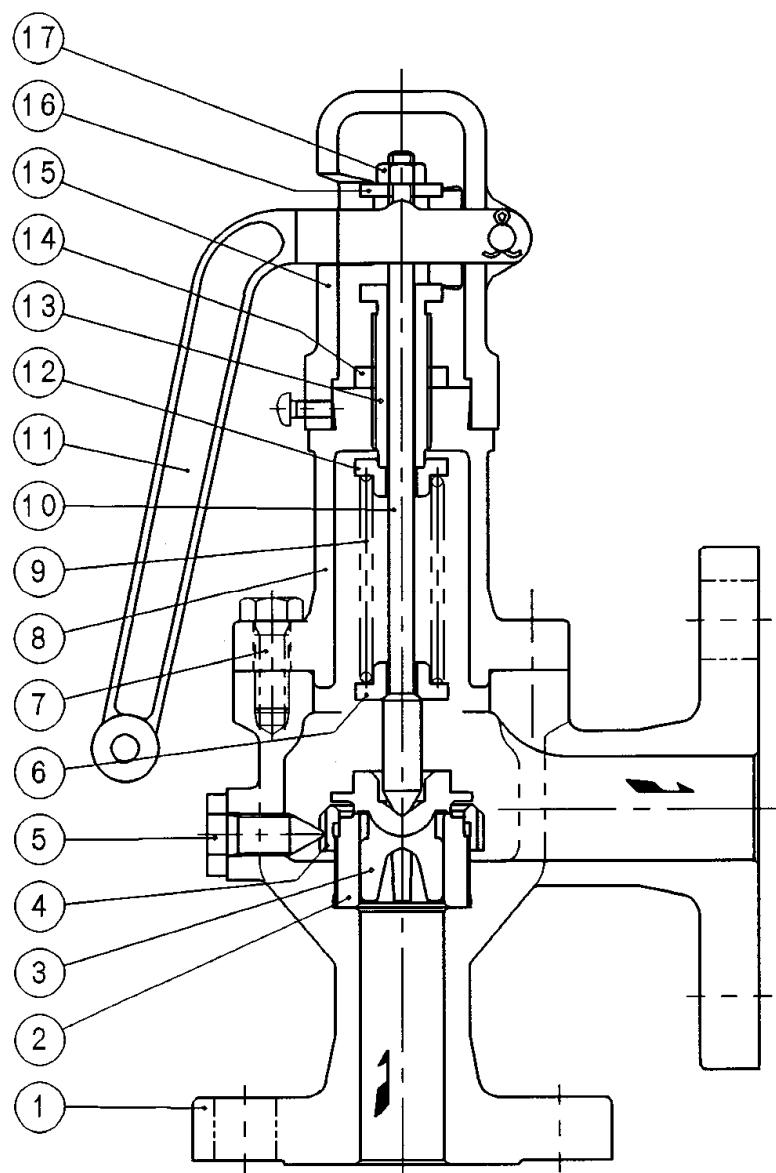

図2 構造図
- 調整後は、いずれの場合も調節ねじ用ナット(14)を忘れずに締め付けてください。(図2参照)
3. 分解（図2参照）